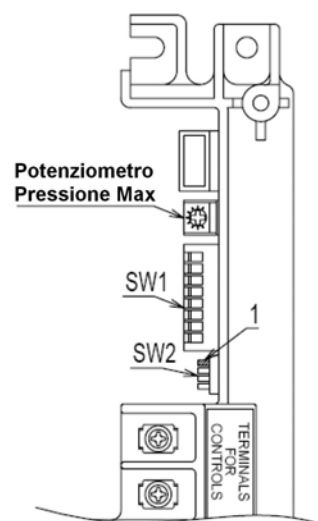

Fig. 6
14. Regolare la pressione di massimo sul potenziometro posto sulla scheda elettronica sopra ai microinterruttori (Fig.6) secondo i valori di pressione riportati di seguito. Il potenziometro è particolarmente sensibile, non ruotare più di qualche grado per volta, poi lasciare che la pressione si stabilizzi prima di modificarla nuovamente.